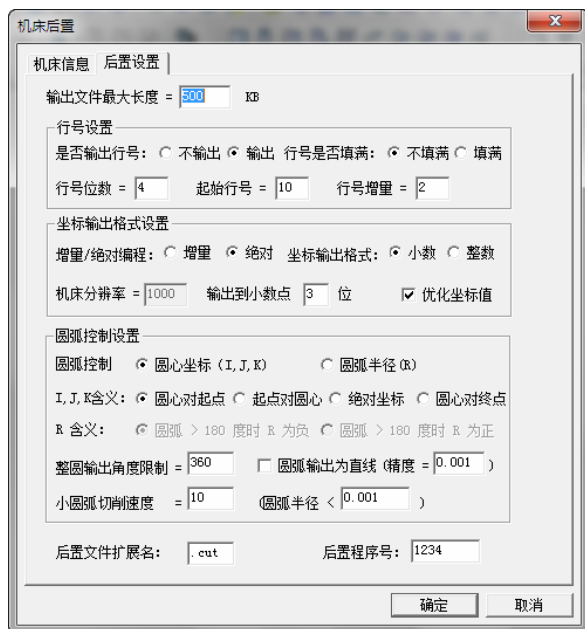

图 8-206 “后置设置”对话框
2) 选择“后置设置”选项卡，根据当前的机床，设置各参数，如图 8-206 所示。